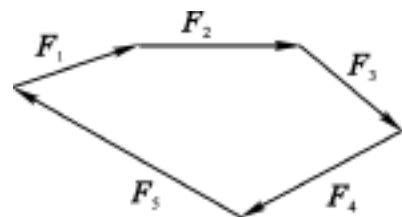

图 1.5
2. 已知 F_1, F_2, F_3, F_4, F_5 为作用于刚体上的平面汇交力系,其力矢关系如图 1.5 所示,则该力系处于()状态。